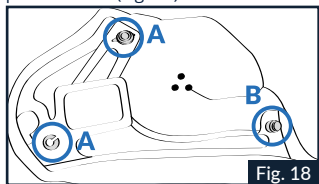

Fig. 18
2.1 Desprenda los dos ojales «A» del bastidor trasero de la presilla de la almohadilla lateral izquierda a la altura de los dos botones automáticos (superior y delantero) presentes en su parte trasera (Fig. 18).
presentes en su parte trasera (Fig. 18).